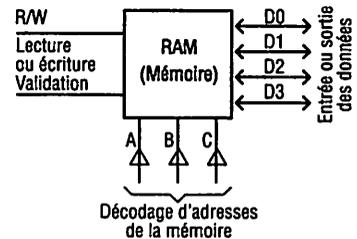

Fig. 24 : Schéma de principe d'une mémoire.
5.1. Fonctions réalisées par une mémoire (fig. 24)